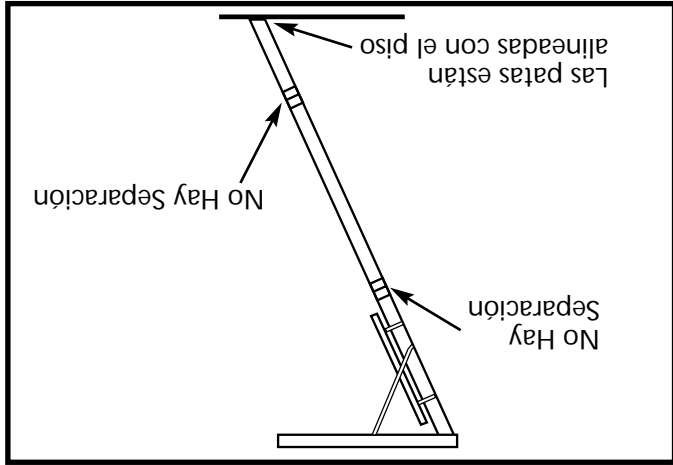

Figura 24. Instalación Correcta
PASO 6. Pruebe el recorte de las patas de la escalera de acceso extendiendo completamente la escalera de acceso para uso. La escalera de acceso debe lucir como en la Figura 24. No debe haber separaciones entre las articulaciones metálicas y las patas deben quedar alineadas con el piso.